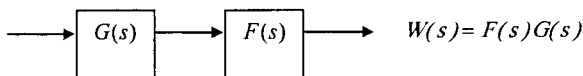

Рисунок 2.2 – Послідовне з'єднання
- послідовне з'єднання (рис. 2.2)